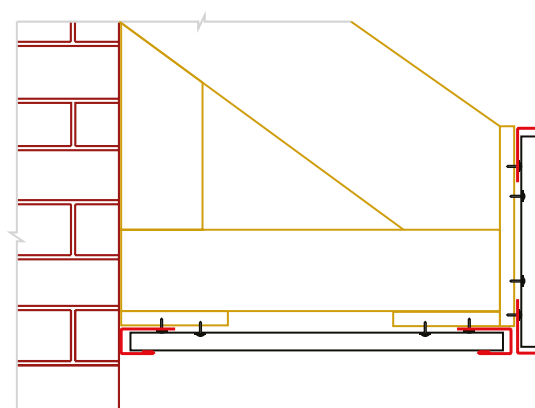

Рис. 21
- В случае, когда капельник не используется, установите по верхней линии лобовой доски дополнительный J-профиль (Рис.21)